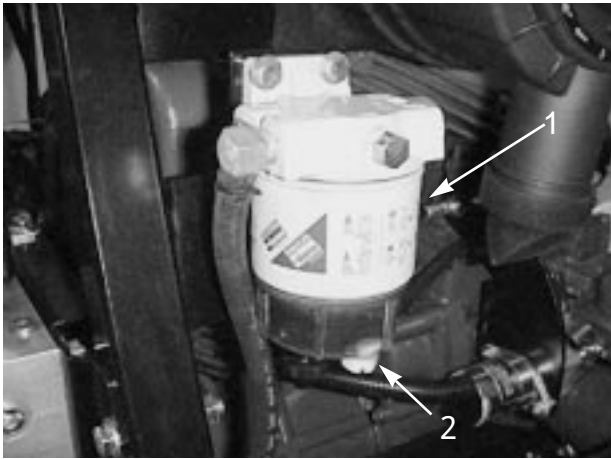

図 33
水抜きは毎日おこなってください (図 33) 。
- 2 . フィルタ容器 (図 33) 下部のドレン・プラグをゆるめて水や異物を流し出す。